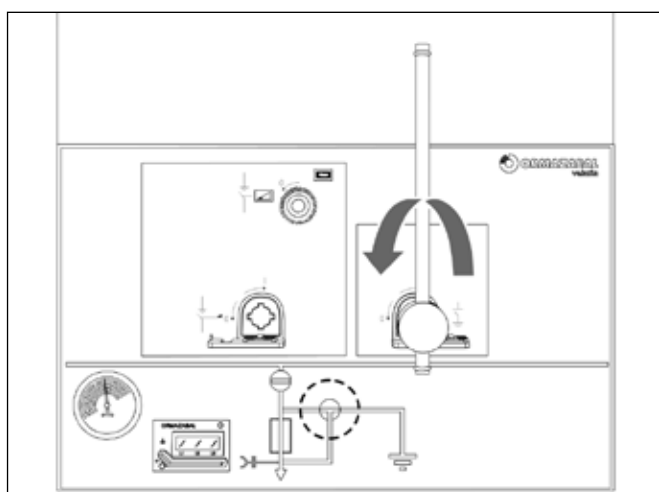

Figura 10.22. Proceso de giro de la palanca
1. Abrir el interruptor-seccionador girando la maneta de disparo (h), en la posición indicada en la "Figura 10.22. Proceso de giro de la palanca".